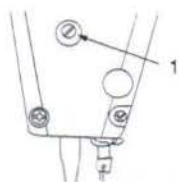

Fig.21
15. ADJUSTING THE HEIGHT OF THE PRESSER FOOT (Fig.21)